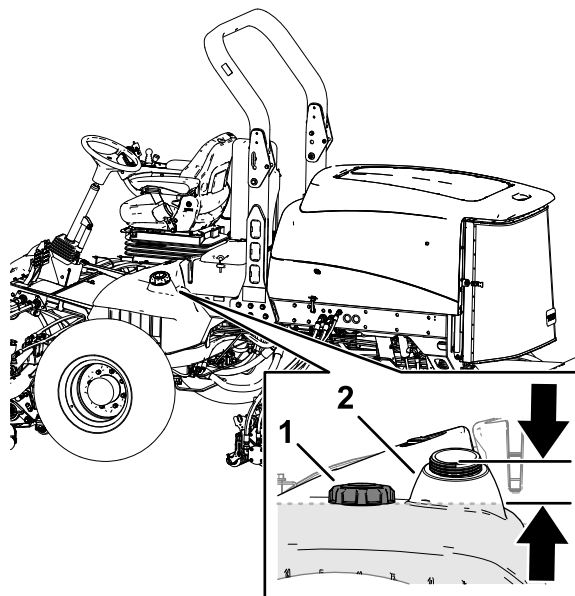

Figura 50
3. Îndepărtați capacul de la rezervorul de combustibil (Figura 50).